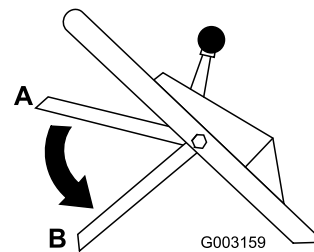

Figure 19
10. Relâchez la barre de commande (voir position B à la Figure 19). Vous devez entendre un bruit sourd. La lame doit s'arrêter dans les 3 secondes qui suivent.
2. Sélectionnez la position la plus basse de la barre de commande (position B à la Figure 19).